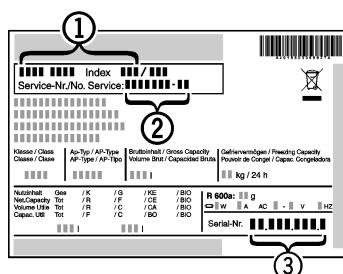

Fig. 10
- Informe al servicio postventa e indique el fallo, la denominación del aparato Fig. 10 (1), el nº del servicio técnico Fig. 10 (2) y el nº de serie Fig. 10 (3).
- Denominación del aparato Fig. 10 (1), nº del servicio técnico Fig. 10 (2) y nº de serie Fig. 10 (3) en la placa de identificación. La placa de identificación se encuentra en la parte interior izquierda del aparato.